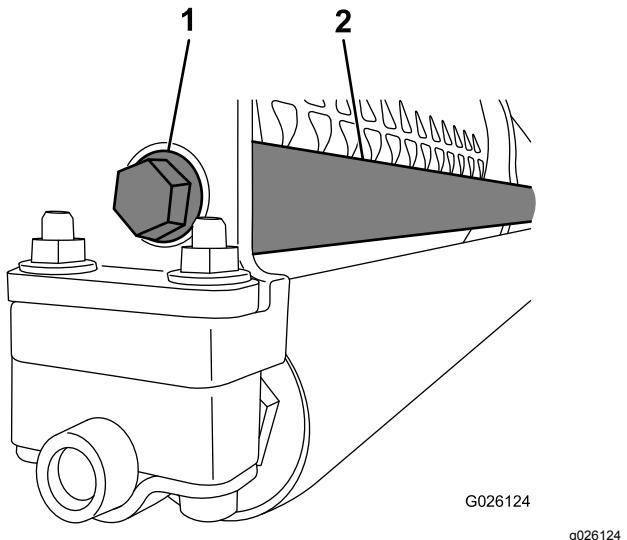

Рисунок 5
- Прикрепите резьбовой конец утяжеляющего бруса к раме с помощью болта с фланцевой головкой (Рисунок 5).